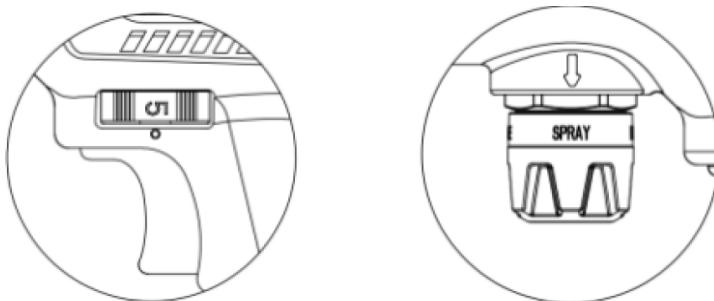

Рис. 25
4. Поверните колесо регулировки давления из положения «OFF» в положение «5», поверните ручку дренажного клапана в положение «SPRAY» (распыление) (рис. 25).
Ручка дренажного клапана не установлена в положение распыления.	Установите ручку дренажного клапана в положение «SPRAY» (рис. 25).